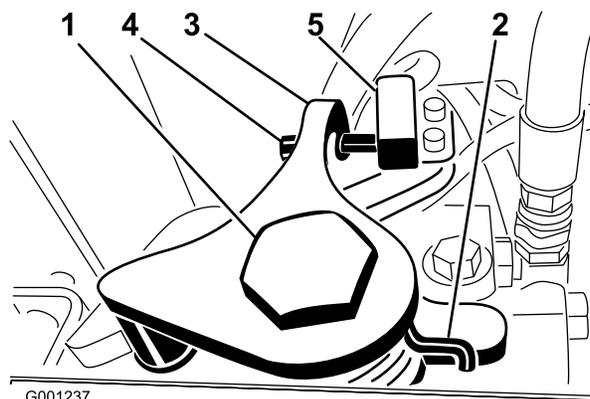

Figura 57
- Allentate la vite di fissaggio sul lato opposto della camma di regolazione della trazione (Figura 57).
9. Regolate la vite sul braccio di ritorno in folle (Figura 57) finché la distanza tra l'estremità della vite e il contatto dell'interruttore sia compresa tra 2,3 e 3 mm.